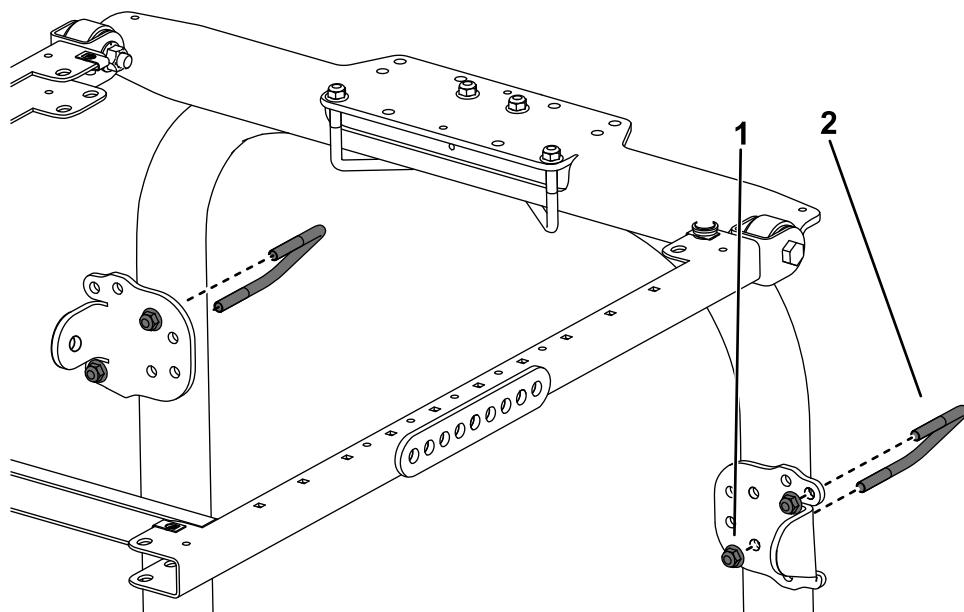

Рисунок 26
10. Используя монтажные отверстия, показанные на Рисунок 26, прикрепите, не затягивая, каждый кронштейн подпорки к стойкам защитной дуги с помощью U-образного болта ($3\frac{1}{2} \times 2\frac{3}{4}$ дюйма) и 2 фланцевых гаек.